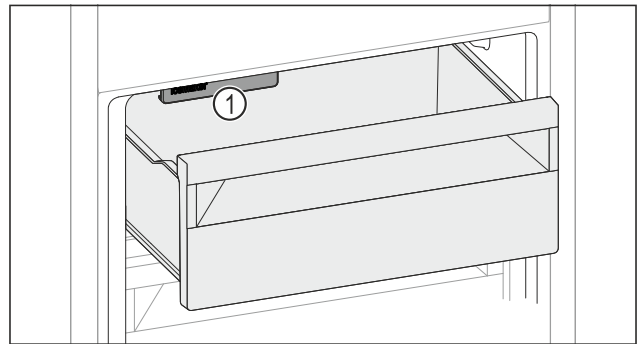

Fig. 140
Si coloca alimentos en el lado izquierdo del cajón: ▶ Tenga en cuenta el IceMaker Fig. 140 (I).